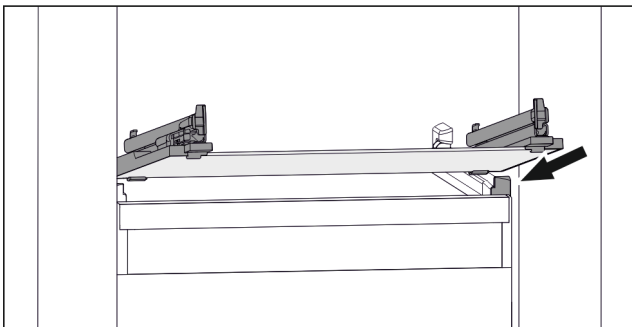

Fig. 66 Приблизне відображення скляної пластини
- ▶ Встановити скляну пластину за стопорами навкоси. (див. Fig. 66)